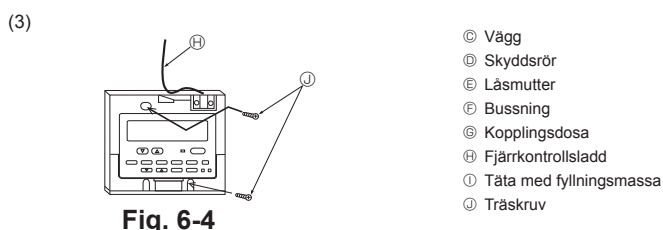

Fig. 6-4
(3) För direkt installation på väggen (Fig. 6-4)